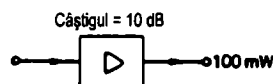

Figura A6.2
(2) Fie Figura A6.2. Pentru a afla puterea de intrare:
Conversia din decibeli în raport și viceversa pentru valori diferite de cele din cele două tabele se poate face împărțind în părți potrivite. De exemplu, 13 dB poate fi împărțit în $10 \text{ dB} + 3 \text{ dB}$ și 10 dB este un raport de 10, iar 3 dB este un raport de 2. Deci, raportul total echivalent este $10 \times 2 = 20$ (vedeți figura A6.2).